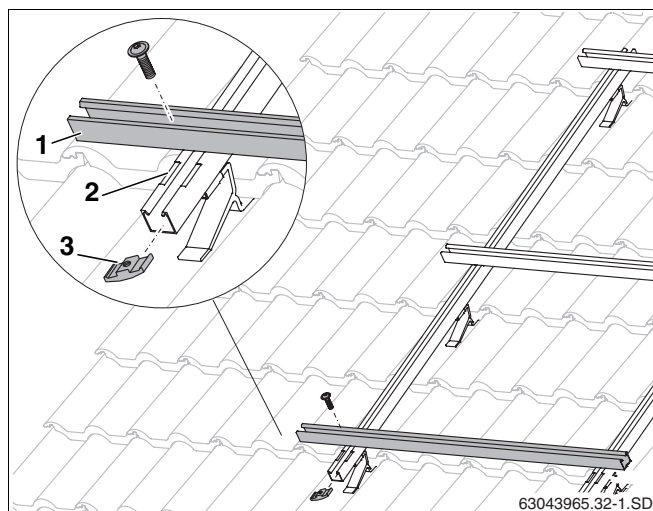

Abb. 30 Waagrechte Profilschienen montieren
- Die Profilschienen (Abb. 30, **Pos. 1**) in die Einkerbungen (Abb. 30, **Pos. 2**) der Schneelastprofile legen und mit Schrauben und Alu-Mutter (Abb. 30, **Pos. 3**) nur leicht anziehen, damit die Profilschienen noch ausgerichtet werden können.